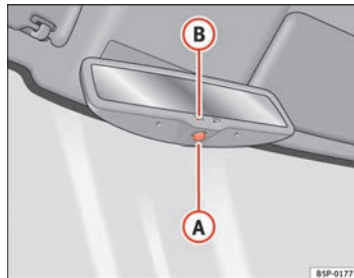

Fig. 84 Retrovisor interior con ajuste automático para posición antideslumbrante.
- Pulse la tecla (A) ⇒ fig. 84. El testigo de control (B) se apaga.
- Pulse la tecla (A) ⇒ fig. 84. El testigo de control se enciende.